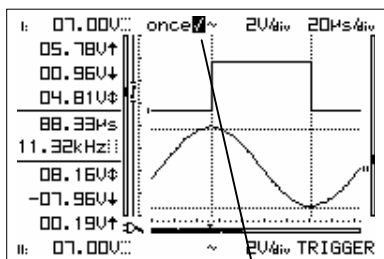

Fig 56
"once" = El muestreo empieza después del disparo. Una vez acabado, esto se visualizará por la marca "v" (1). Puede volver a iniciar el disparo al pulsar el botón 'manual/restart'. Utilice este modo p.ej. para descubrir un breve fallo (**Fig. 56**)